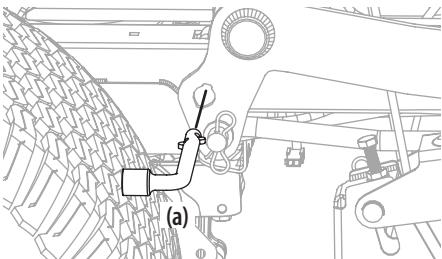

Figura 36
- Utilice el pedal de elevación de la plataforma y la perilla de elevación de la plataforma para colocar la plataforma en su posición más baja y utilice la herramienta para usos múltiples (a) para bloquear los componentes de elevación de la plataforma en su lugar, como se muestra en la Figura 36.